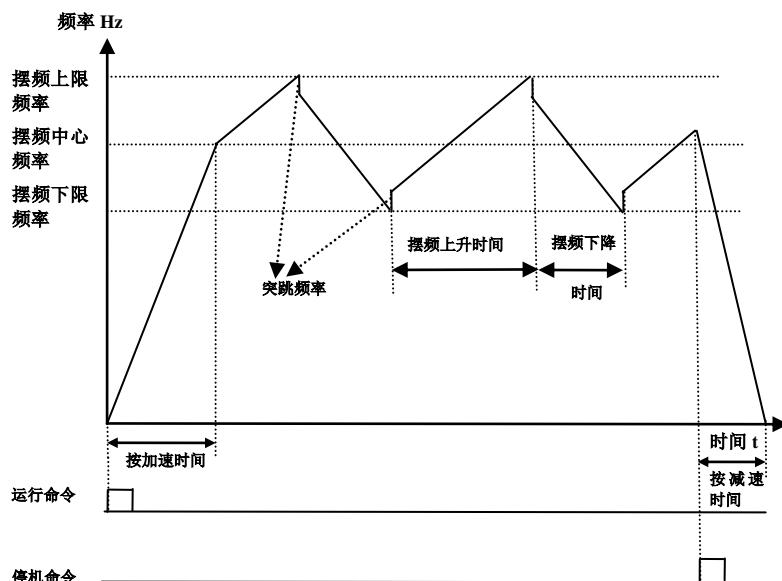

图 6-6 摆频模式 1 工作示意图
- F235=1, 摆频模式 1, 中心频率固定, 由 F242 给定, 工作过程如图 6-6 所示。
· 摆频工作模式见图 6-6、6-7、6-8。